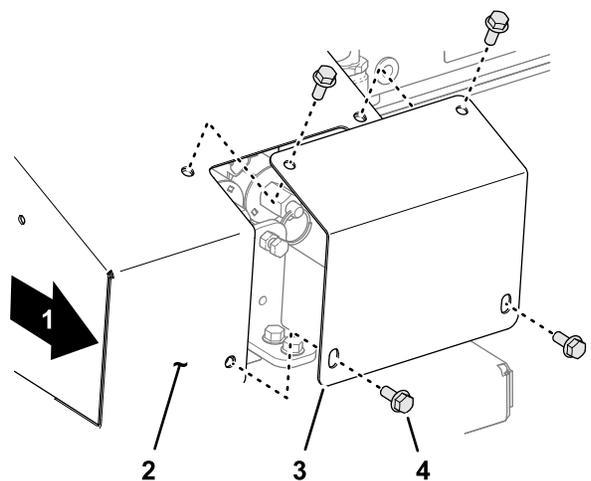

图 27
1. 在机器右侧卸下将盖板固定到超控装置盖上的 4 个凸缘平头螺丝 图 27。